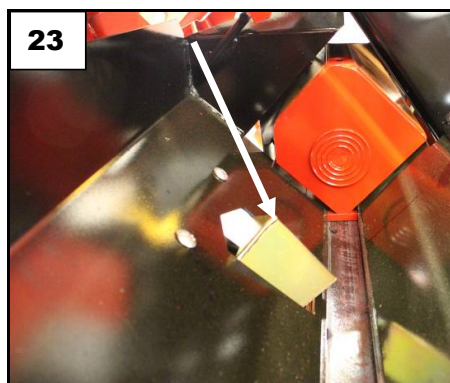

Bild 23. Klyvsensor
1. När veden faller ned i klyvträget, träffar den kanten på sensorn, bild 23.